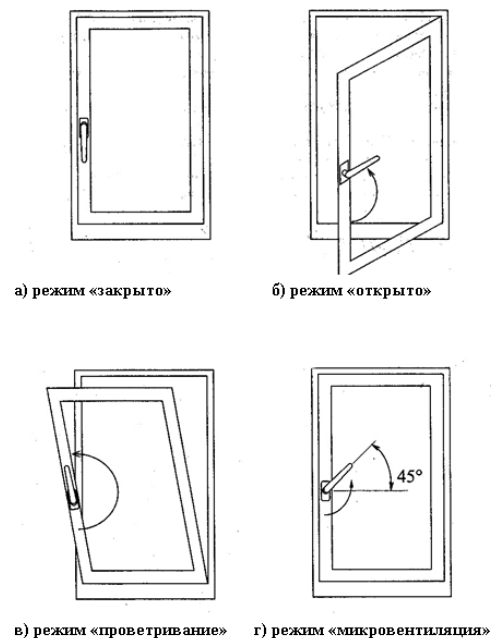

рис. 1. Способы открывания створок
- режим «микровентиляция» (при наличии) - ручка расположена вверх под углом 45°. Режим «микровентиляция» позволяет получить небольшой зазор между коробкой и створкой, обеспечивающий приток воздуха внутрь помещения. Все указанные режимы см. на рис. 1.